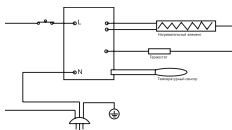

Рис. 9
**Принципиальная электрическая схема (рис. 9)**